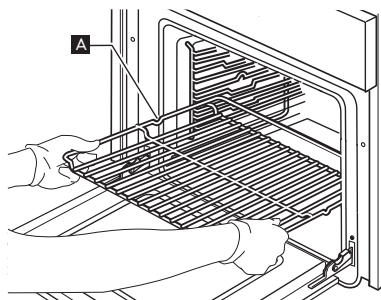

Abb. 1
1. Schieben Sie den Rost mit dem erhöhten Teil "A" nach oben zeigend waagerecht ein (Abb. 1).